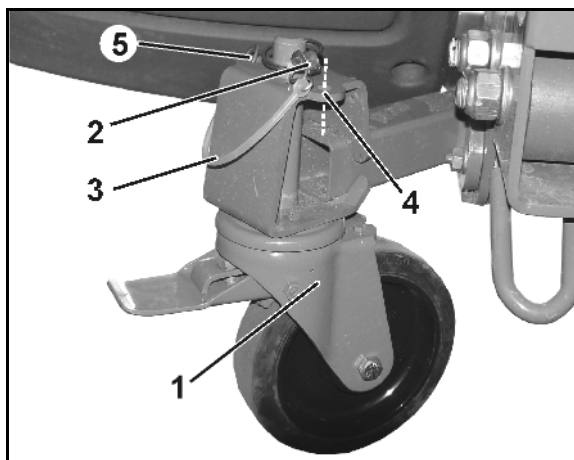

Рис. 42
5. Поворотное переднее колесо с тормозом (Рис. 42/1)
- o установите и застопорите пружинным фиксатором (Рис. 42/2) или
При неиспользовании колёс закрепите пружинные фиксаторы в парковочном положении (Рис. 42/4).